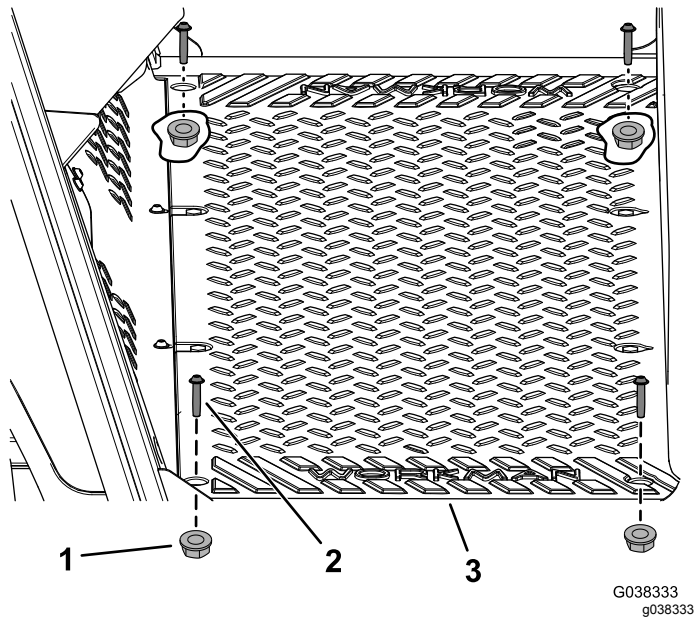

Figura 2
1. Retire os quatro parafusos (¼ pol. x 1¼ pol.) e quatro porcas (¼ pol.) da placa do piso (Figura 2).
- Instale os quatro parafusos (¼ pol. x 1¼ pol.) e quatro porcas (¼ pol.) previamente removidos na placa do piso (Figura 2).